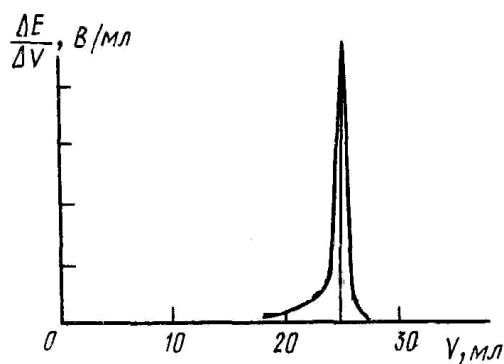

Рис. 4.13. Дифференциальная кривая
1. Какой объём титранта ушёл на потенциометрическое титрование слабой кислоты сильным основанием (рис. 4.13)?